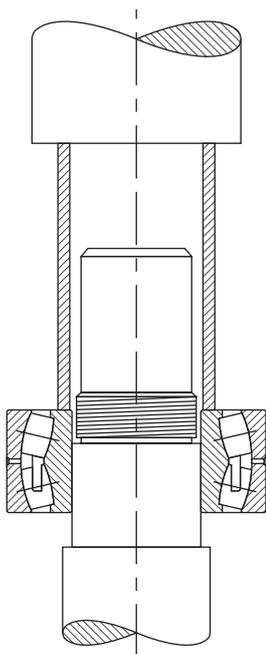

Abb. 17. Dornpresse-Methode.
- Eine andere Montagemethode, die normalerweise nur für kleinere Lager verwendet wird, besteht darin, das Lager auf die Welle bzw. in das Gehäuse zu drücken. Hierfür kann eine Dornpresse und ein Montagerohr verwendet werden (vgl. Abb. 17).